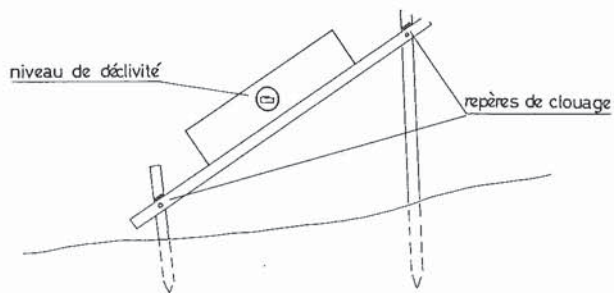

fig 5
e) On présente le gabarit sous la marque du piquet d'entrée en terre (figure 5), on le tient d'une